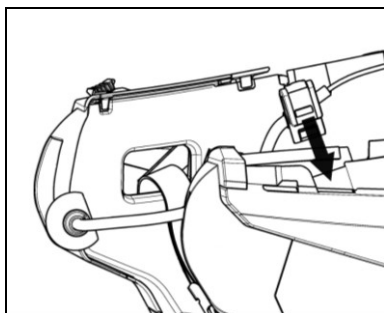

Fig. 8
- Passar o cabo por dentro do capacete e encaixar no clipe de fixação direito no seu compartimento (Fig. 8).